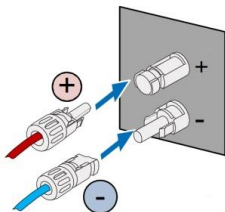

图 5.4 光伏直流组串接入逆变器
- (1) 将已经接好光伏组串的正极和负极连接器接入逆变器直流接口的对应位置，确认紧固连接，如图 5.4 所示；
- (2) 将直流连接器从逆变器拆卸时，用“一”字螺丝刀尖头部插入连接器中部凸起的孔中，用力将连接器活动端退出即可。